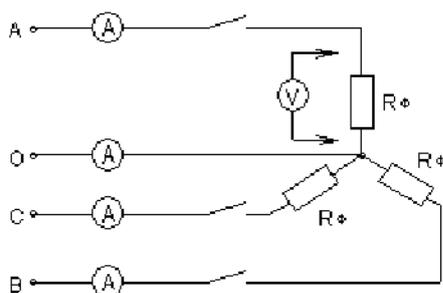

Рис.4
Для неодинаковых по величине или характеру (активное и реактивное) сопротивлений в каждой фазе эта схема даёт неодинаковое распределение напряжений между отдельными потребителями. На потребителе с большим электросопротивлением (меньшей мощностью) будет больше напряжение (перенапряжение). Данная схема требует одновременного включения и отключения потребителей в каждой из трёх фаз. Звезда с нулевым проводом (рисунок 4) является наиболее распространённой схемой включения трёх фазных потребителей.
2. Собрать электрическую цепь по схеме рис.4. Произвести измерения токов и напряжений при равномерной, неравномерной нагрузке, обрыве фазы